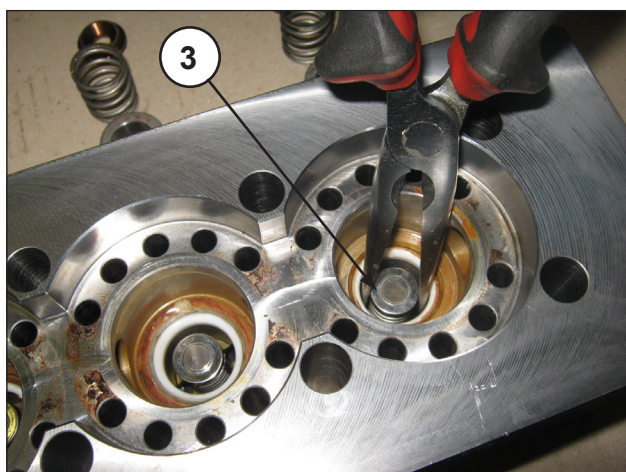
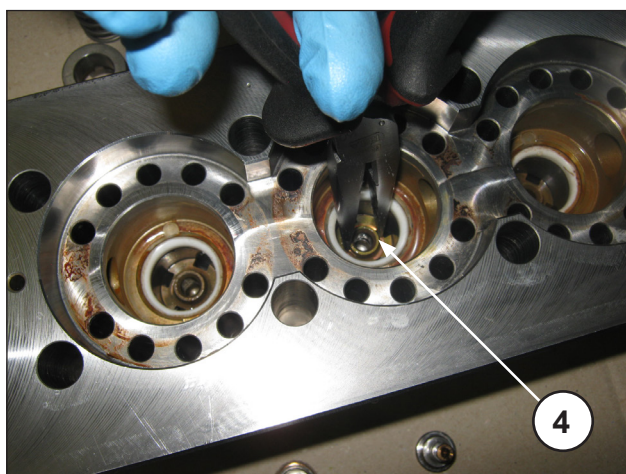

Fig. 27
Fig. 28
- Estrarre i piattelli di mandata ③ e le rispettive guide ④ con relative molle, come indicato in Fig. 27 e Fig. 28, controllare il loro stato di usura ed eseguire se necessario eventuali sostituzioni, e comunque negli intervalli indicati nella tabella "MANUTENZIONE PREVENTIVA" di capitolo 11 del **Manuale uso e manutenzione.**